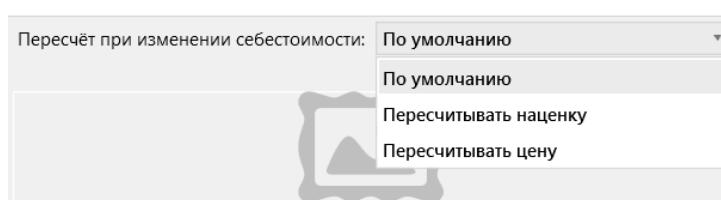

Рис. 27
- «Пересчёт при изменении себестоимости» – выбор из выпадающего списка (*Рис. 27*):